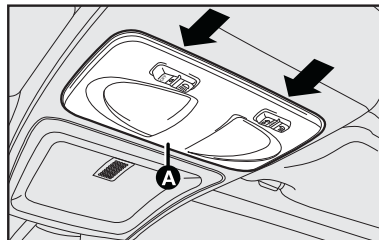

fig. 36
- 1) utilizando un destornillador en el puntos **fig. 36** retire la consola de techo completa que está fijada a presión;